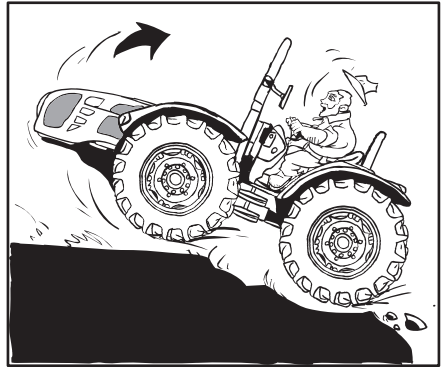

Abb. 2.17
- Wenn der Traktor im Schlamm oder Boden festgefahren ist, nicht versuchen, ihn durch Vorwärtsfahren zu befreien, denn der Traktor kann sich um die hinteren Räder drehen und umkippen (Abb. 2.17). Montierte Anbaugeräte anheben oder abbauen und versuchen, den Traktor durch Rückwärtsfahren zu befreien. Falls das nicht gelingt, muss der Traktor mit einem anderen Fahrzeug aus dem Schlamm gezogen werden.